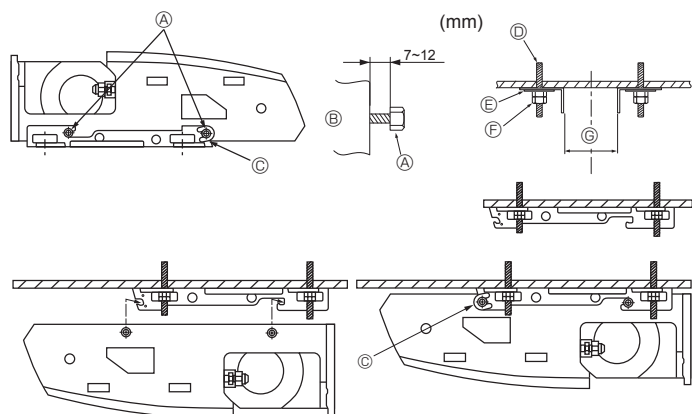

Fig. 3-6
2) Początkowy montaż wspornika podwieszającego na suficie (Fig. 3-6)